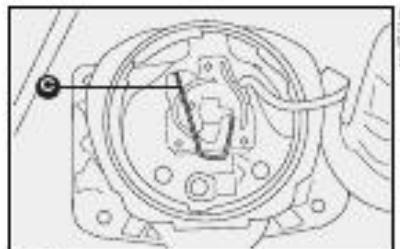

fig. 36
5) retirar o conector e, em seguida, o porta-lâmpada pressionando a presilha C-fig. 36 para frente abrindo lateralmente para a direita;